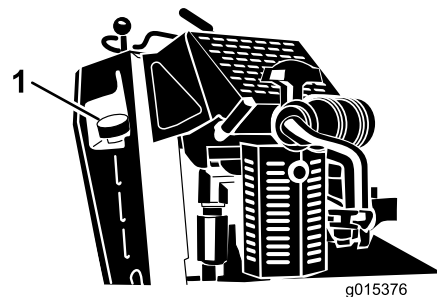

Figure 15
3. Nettoyez la surface autour du bouchon du réservoir de carburant et enlevez le bouchon (Figure 15).